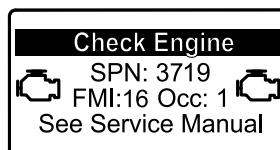

図 27
- 駐車再生が必要になると、インフォセンターにエンジン警告 SPN 3719, FMI 16 図 27 が表示され、エンジン出力が 85% にダウンします。